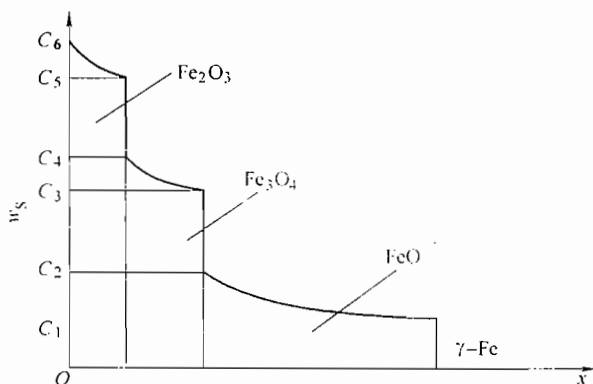

图 12-2 第七题第 2 小题解答图
1. 影响扩散的因素：①温度的影响。温度越高，扩散越快。②晶体结构的影响。结构不同，扩散系数不同。③固溶体类型对扩散的影响。不同的固溶体，原子的扩散和机制不同。④固溶体浓度对扩散的影响。浓度越大，扩散越容易。⑤晶体缺陷的影响。晶界、位错、空位都会对扩散产生影响。⑥化学成分对扩散的影响。加入化学元素对扩散会产生阻碍。
2. 根据 Fe-O 相图，在 1000℃ 下当表明氧浓度达到 31% 时，则由表面向内依次出现 Fe_2O_3 、 Fe_3O_4 、 FeO 氧化层，最内侧是 $\gamma\text{-Fe}$ ，如图 12-2 所示。随着扩散的进行，氧化层逐渐增厚并向内部推行。